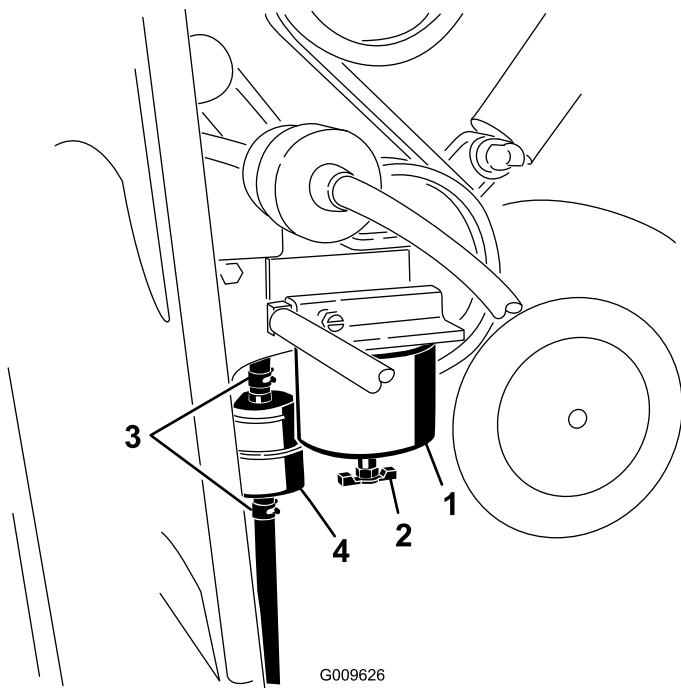

Рисунок 37
- Найдите топливный фильтр на правой стороне двигателя (Рисунок 37) и поместите под ним чистую емкость.
- Ослабьте хомуты на обоих концах проходного фильтра и отсоедините от него шланги (Рисунок 37). Удалите в отходы фильтр.
- Наденьте шланги на концы нового фильтра (Рисунок 37), убедившись в том, что стрелка на фильтре показывает в ту же сторону, что и стрелка на старом фильтре.
- Очистите область крепления стакана фильтра (Рисунок 37).
- Снимите стакан фильтра и очистите монтажную поверхность (Рисунок 37).
- Вверните стакан фильтра вручную в монтажное отверстие. После соприкосновения прокладки с монтажной поверхностью доверните стакан еще на пол-оборота (Рисунок 37).